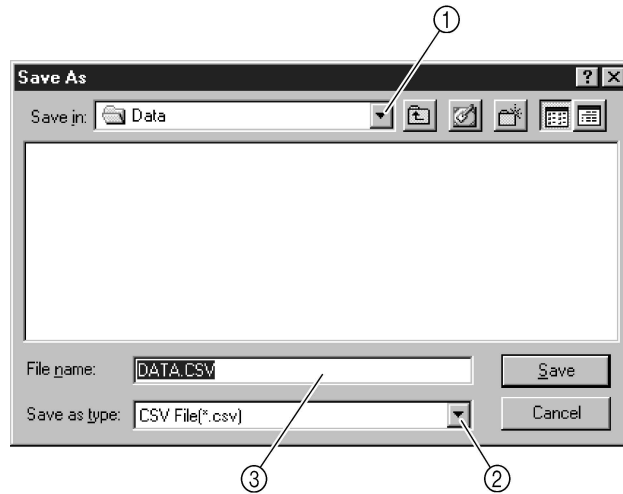

Fig. 30
2. Select the disk and folder where the data will be saved and specify its file name. (Fig. 30)
To cancel saving, click the **Cancel** button. (Fig. 30)
| <p>2. Sélectionner le disque et le dossier dans lequel les données seront enregistrées et indiquer son nom de fichier (Fig. 30).</p> <p>① Choisir le dossier de destination
② Choisir le type des données
③ Saisir le nom du fichier</p> <p>3. Cliquer sur le bouton Save pour enregistrer les données.
Pour annuler l'enregistrement, cliquer sur le bouton Cancel (Fig. 30).
Les données enregistrées peuvent être affichées dans Microsoft® Excel (Fig. 31).</p> | <p>2. Wählen Sie die Diskette und Datei in welcher die Daten gespeichert werden sollen und geben Sie einen Dateinamen ein. (Abb. 30)</p> <p>① Wählen Sie eine Speicher-Datei aus
② Wählen Sie die Datenart
③ Geben Sie den Dateinamen ein</p> <p>3. Klicken Sie auf Save, um die Daten zu speichern.
Um das Speichern abubrechen, klicken Sie auf Cancel. (Abb. 30)
Die gespeicherten Daten können in Microsoft® Excel angeschaut werden. (Abb. 31)</p> | <p>2. Seleccione el disco y la carpeta en la que desea guardar los datos y especifique el nombre de archivo. (Fig. 30)</p> <p>① Escoja la carpeta en la que desee guardar los datos
② Escoja el tipo de datos
③ Introduzca el nombre de archivo</p> <p>3. Haga clic en el botón Save para guardar los datos.
Para cancelar la operación de guardar, haga clic en el botón Cancel. (Fig. 30)